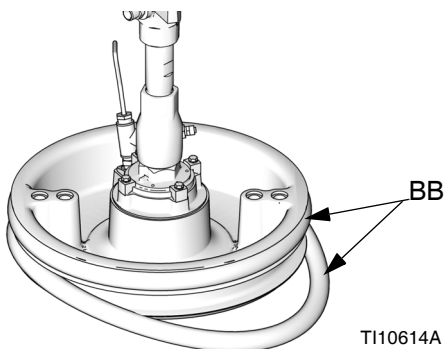

ABB. 42
1. Werkzeuge aus Holz oder Kunststoff verwenden, um eine Beschädigung des Abstreifers (BB) zu verhindern. Sämtliches Material aus den Dichtungsnuten entfernen.
2. *An der Unterseite beginnen* und einen Abstreifer (BB) im Winkel über die Rückseite der Platte (D) ziehen. Siehe ABB. 42.
3. Abstreifer (BB) in obere Nut einlegen und die Vorderseite des Abstreifers in die Nut führen.
4. Bei einer 55-Gallonen-Platte den zweiten Abstreifer (BB) in untere Nut einlegen und die Vorderseite des Abstreifers in die Nut führen.